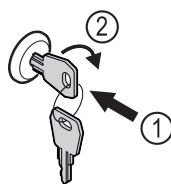

Fig. 240
- ▶ Вставьте ключ. Fig. 240 (1)
- ▶ Поверните ключ на 90° по часовой стрелке. Fig. 240 (2)